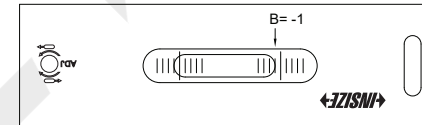

Fig.4
d) Une fois que la bulle a cessé de bouger, lire B sur l'échelle (Fig.4).